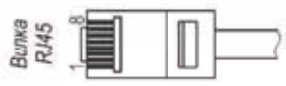

Рисунок 2 – Обжимка вилки RJ45 на кабель кат.5е
2. Ввести через кабельные вводы кабеля интерфейса IP-камер/устройств, обжать вилки RJ45 на кабелях и подключить их к коммутатору. Использовать кабель UTP кат.5е (в комплект поставки не входит, обжимка кабеля производится по стандарту TIA/EIA 568B (рисунок 2)).
5. Подключить кабель питания к входу автомата питания S1 (сечение подключаемых проводов до 25 мм²), при этом фазный провод (L) соединить с контактом 1, нулевой провод (N) с контактом 3.